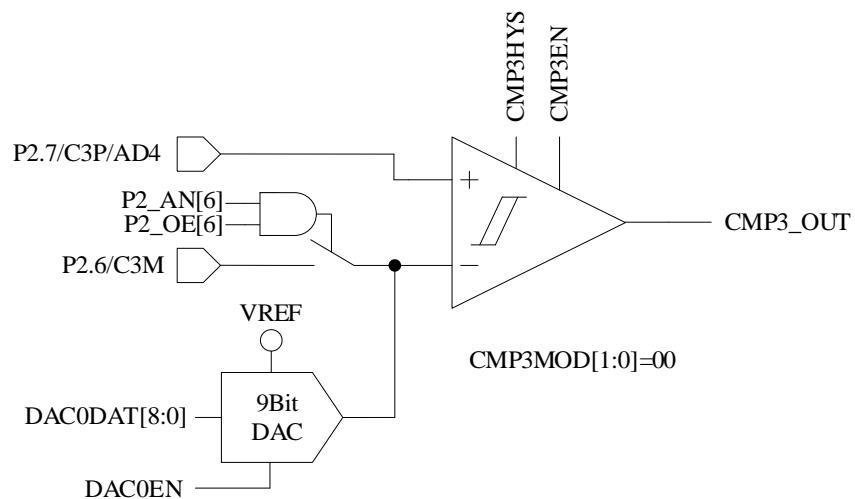

图 28-2 单比较器输入模式
- 配置  $CMP\_CR1[CMP3MOD] = 00$ ，CMP3 为单比较器输入模式，具体输入输出端口及接法如图 28-2 所示